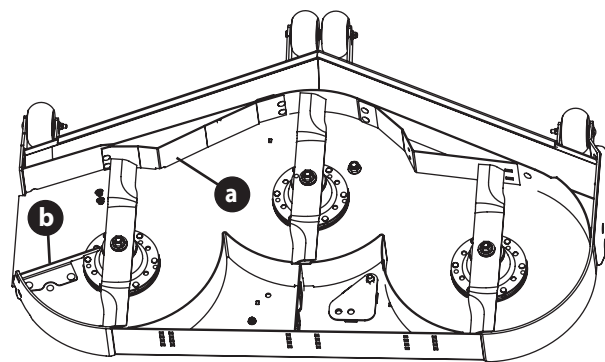

Fig. 17
***Deflector interior (Solo para plataformas de 48, 54 y 60 pulgadas):** el deflector interior (a) regula la descarga de césped. Quite el deflector interior para césped de volumen alto e instale el deflector interior para un corte de precisión (Fig. 17).
Deflector de descarga: el deflector de descarga (b) optimiza el patrón de descarga de césped. El deflector de descarga reduce los terrones y debería quitarse para aplicación de abono (Fig. 17).